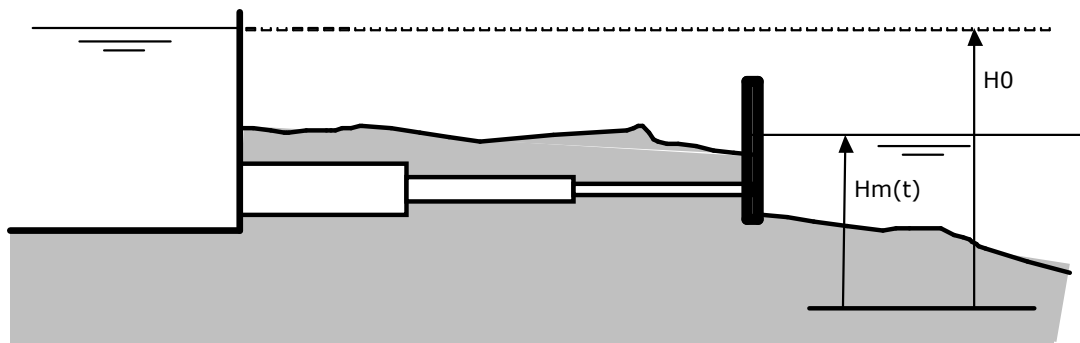

Figura 2.2.
- (b) Considere la tubería mostrada en la Figura 2.2, formada por 3 tramos de largos  $L_1$ ,  $L_2$  y  $L_3$ , de áreas  $A_1$ ,  $A_2$  y  $A_3$ , respectivamente. La tubería es alimentada por un estanque de carga constante,  $H_0$ . La tubería descarga al océano. Suponga que el nivel del océano varía debido a efectos de marea según la ecuación:  $H_m = H_{m0} + \Delta H \sin(\omega t)$ . i) Determine una ecuación diferencial que permita determinar la variación del caudal conducido por la tubería en el tiempo, bajo las mismas condiciones de la parte a) ii) En torno a qué valor oscila el caudal en el sistema?